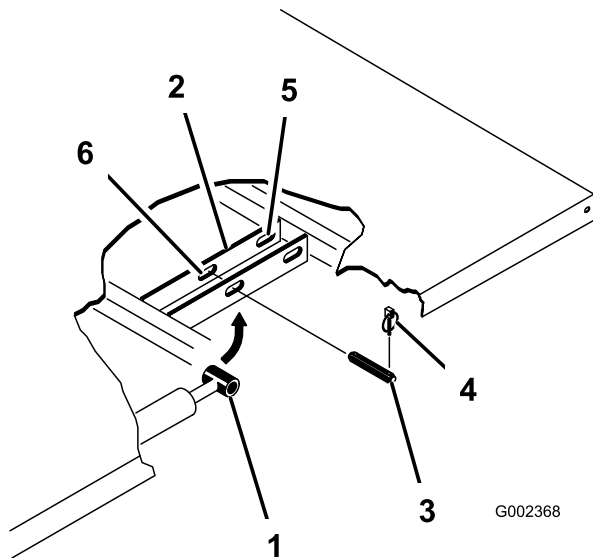

Figura 3
2. Retire os pinos de sujeição das extremidades exteriores dos pinos de forquilha da haste do cilindro (Figura 3).